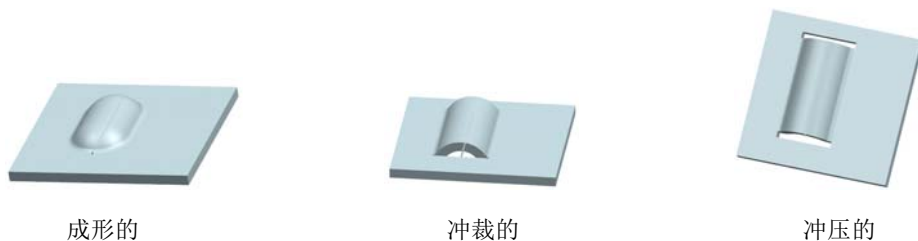

图 4-48 “圆形”示意图
3) 端部条件：是指附着筋的类型，包括成形的，冲裁的和冲压的，示意图如图 4-48 所示。